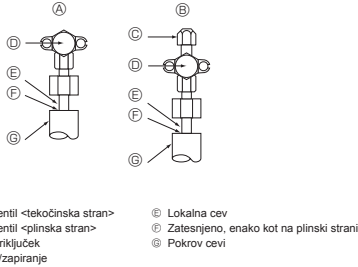

Fig. 5-4
5.4. Postopek preverjanja tesnosti cevi za hladilno sredstvo (Fig. 5-4)